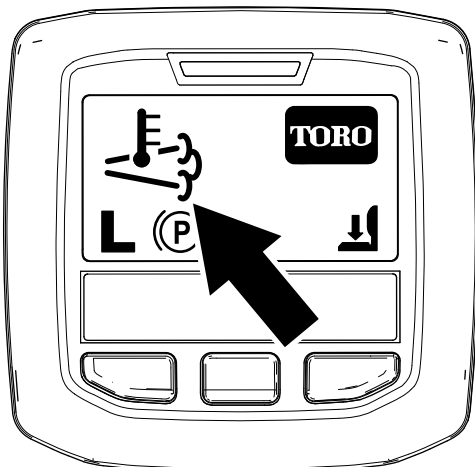

Figura 37
- El icono de alta temperatura del escape aparece en el InfoCenter (Figura 37).